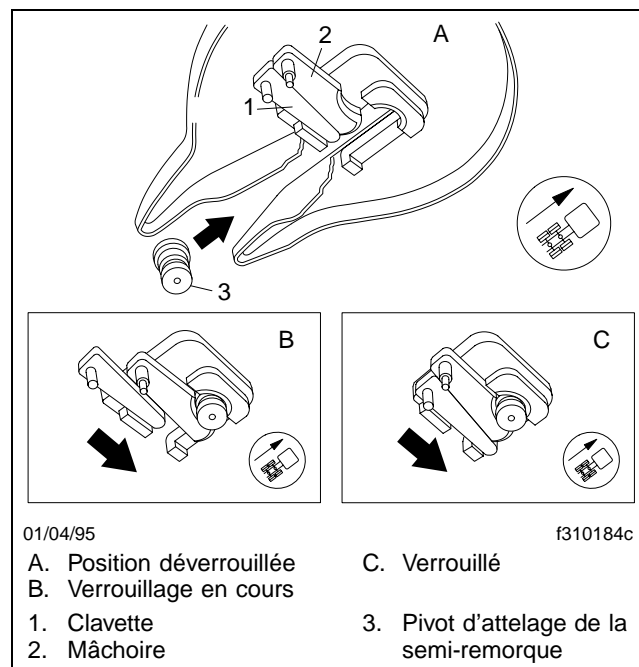

Fig. 10.16, Mécanisme de verrouillage du pivot d'attelage Fontaine
Le mécanisme de verrouillage de la sellette d'attelage Fontaine pour le pivot d'attelage de la semi-remorque (**figure 10.16**) se compose d'une mâchoire à ressort et d'une clavette coulissante.
Pendant l'attelage (**figure 10.16**), le mouvement du pivot d'attelage entrant dans la mâchoire actionne la mâchoire et la clavette. La mâchoire se déplace derrière le pivot d'attelage, suivie de la clavette. La clavette a pour but de renforcer la mâchoire et de rattraper le jeu autour de la goupille. Toute usure de la mâchoire est immédiatement compensée par la clavette de manière qu'il n'y ait pas de relâchement dans l'attelage.
3. Positionnez le tracteur de sorte que l'ouverture du verrou de la sellette d'attelage soit dans l'alignement (verticalement et horizontalement) du pivot d'attelage de la semi-remorque. Le pivot d'attelage doit être placé de façon à entrer dans la gorge du mécanisme de verrouillage (**figure 10.16**). Ajustez la béquille de la semi-remorque de façon à laisser suffisamment de hauteur d'alignement pour permettre un bon verrouillage du pivot d'attelage.